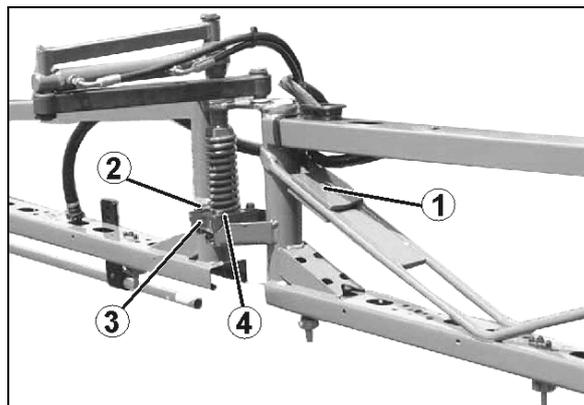

Рис. 155
Если это не наблюдается, необходимо произвести выравнивание штанг при помощи противовесов (Рис. 155/1) устройство гашения колебаний при этом должно быть **разблокировано**. Противовесы закрепите соответствующим образом на консоли.
1. Отвинтите болты (Рис. 155/2) крепежной накладки (Рис. 155/3) Регулировка производится непосредственно на пластиковом фиксаторе (Рис. 155/4) при помощи продольных отверстий крепежной накладки.
3. Затяните болты (Рис. 155/2).